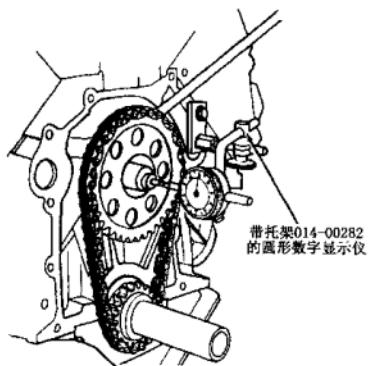

图 1-8 测凸轮轴轴向间隙图
(1) 将凸轮轴推向发动机后部，在凸轮轴链轮紧固螺钉上安装带托架的数字显示仪，如图 1-8 所示。